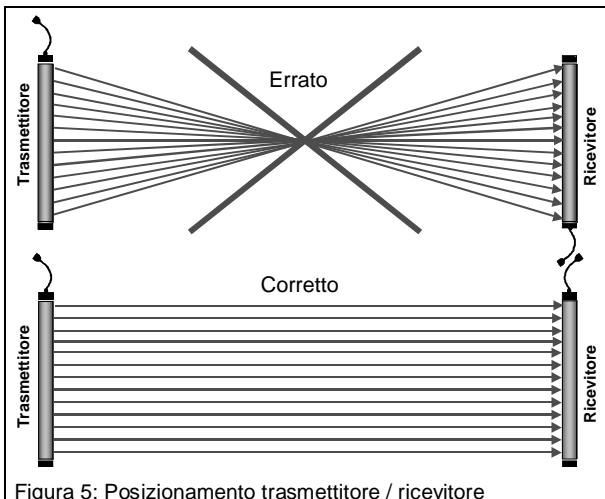

Figura 5: Posizionamento trasmittitore / ricevitore
- la barra di trasmissione non venga montata ruotata di 180° rispetto a quella di ricezione. In pratica, i cavi di collegamento delle barre ottiche **devono** essere fatti passare verso l'alto (figura 5).